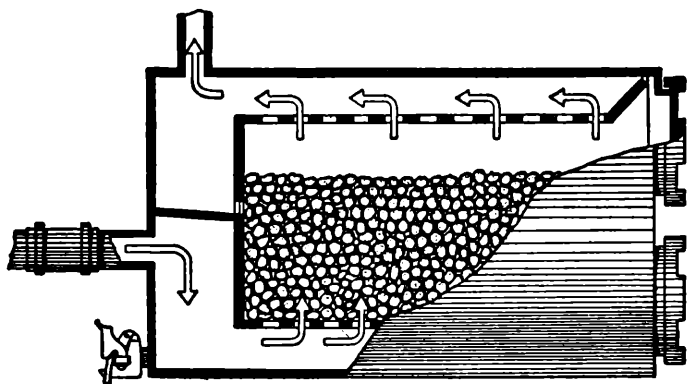
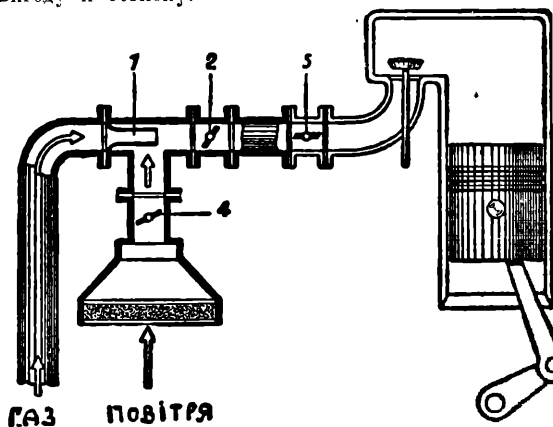

Рис. 40. Очищувач.
Рис. 41. Змішувач.
(рис. 40), виповненого кусками корка, величини горіха. Готовий до ужитку газ йде з очищувача до змішувача (рис. 41), де змішується з повітрям, а звідси — до мотору. Повітря доходить до змішувача через очищувач повітря, а його кількість регулюється прислоною (4) рис. 41. Прислони (4) і (2) служать до зміни відношення скілько-сти газу до повітря і урухомлюються при допомозі двох малих важі-